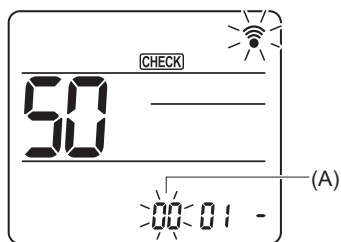

Fig. 6-20
Pulse el botón **[↓]** para seleccionar el número de unidad (A). (Fig. 6-20)